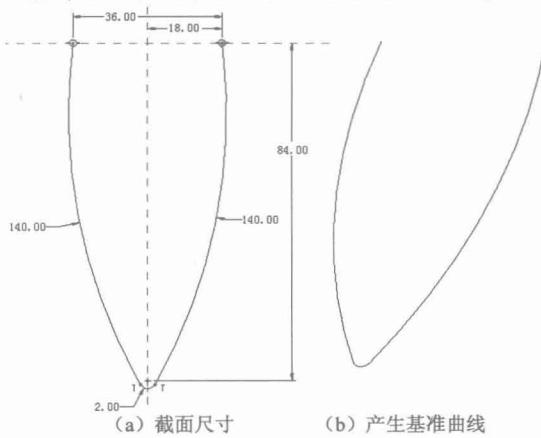

图1-43
1. 选择 TOP 基准面绘制如图 1-43 (b) 所示基准曲线，截面尺寸如图 1-43 (a) 所示。